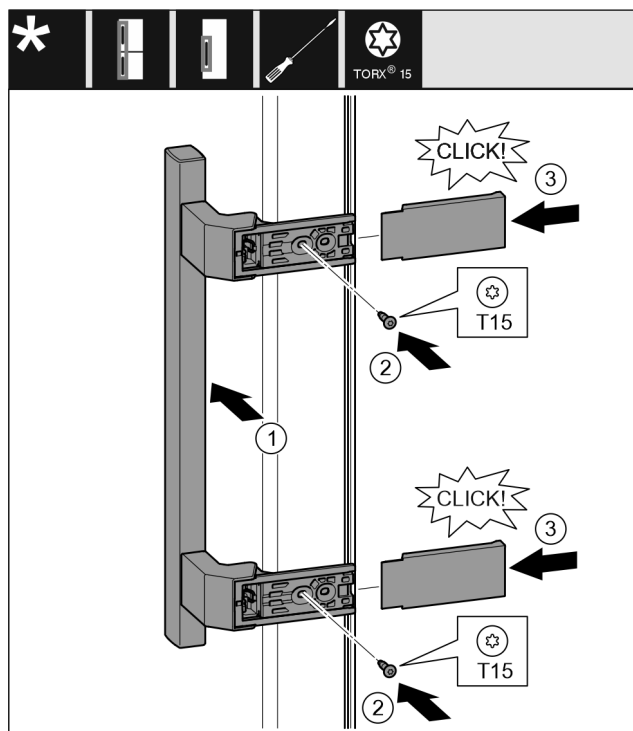

Fig. 20
- ▶ Поставете дръжката от другата страна. Fig. 20 (1)
- ▶ Затегнете винтовете с отвертка T15. Fig. 20 (2)
- ▶ Поставете отстрани капците и ги нахлузете. Fig. 20 (3)